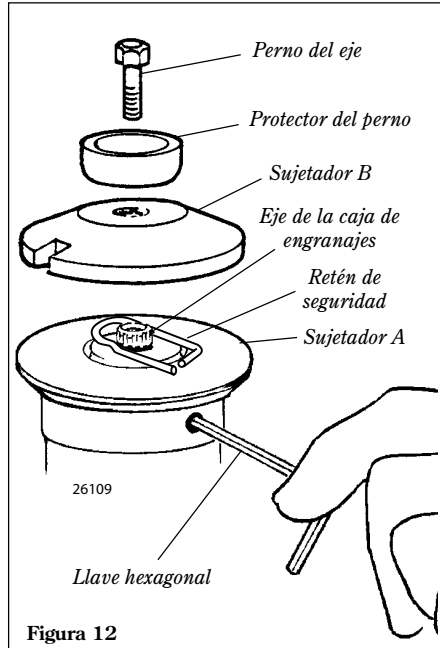

Figura 12
1. Alinie la muesca en el Soporte "A" con la muesca correspondiente en el borde de la caja de engranajes y luego asegure temporalmente el eje de salida insertando la llave hexagonal a través de ambas muescas. Consulte la figura 12.